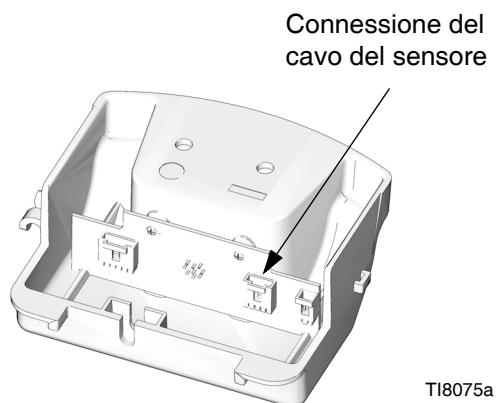

FIG. 15. Connessione del cavo del sensore
- a. **DataTrak Modelli:** Rimuovere le due viti (135). Rimuovere con attenzione il modulo DataTrak (131), vedere pagina 14. Scollegare il solenoide di fuorigiri e i cavi del sensore dalla scheda del modulo. Rimuovere le due viti (134) e far scorrere con attenzione l'alloggiamento (132) sulla valvola dell'aria.
- b. **Modelli sensore lineare:** Rimuovere le viti (134) e far scorrere con attenzione l'alloggiamento (132) fuori della valvola dell'aria. Scollegare il cavo del sensore dalla scheda di circuito. Vedere la FIG. 15 a pagina 29.
10. Reinstallare il silenziatore (15). Serrare completamente le viti (43) contro il silenziatore.
11. Reinstallare il coperchio esterno della valvola (47).
- a. **DataTrak Modelli:** Far scorrere con attenzione l'alloggiamento (132) sulla valvola dell'aria. Avvitare le viti (134) a mano, quindi serrare a 11,3 N•m (100 poll.-lb). Ricollegare i cavi del solenoide e del sensore al modulo (131), vedere pagina 14. DataTrak Far scorrere nuovamente con attenzione il modulo sull'alloggiamento (132). Rimontare le due viti (135).
- b. **Modelli sensore lineare:** Ricollegare il cavo del sensore alla scheda di circuito. Vedere FIG. 15, pagina 29. Far scorrere con attenzione l'alloggiamento (132) sulla valvola dell'aria. Avvitare le viti (134) a mano, quindi serrare a 11,3 N•m (100 poll.-lb).
13. Reinstallare il coperchio superiore (30).
5. Rimuovere le viti (134) e far scorrere con attenzione l'alloggiamento (132) sulla valvola dell'aria. Scollegare il cavo del sensore dalla scheda di circuito. Vedere FIG. 15.
6. Filettare nuovamente il cavo attraverso il foro (H) sul lato dell'adattatore (33) ed estrarlo dalla parte superiore dell'adattatore.
7. Svitare l'adattatore (33) e il sensore (35). Sollevare il sensore verticalmente fuori del motore pneumatico.
8. Applicare il sigillante per filettature alla nuova sede del sensore. Avvitare il sensore (35) sul cappuccio superiore (1). Serrare a 40,6-48,8 N•m (30-36 piedi-lb).
9. Applicare il sigillante per filettature all'adattatore (33). Estrarre il cavo del sensore dalla parte superiore dell'adattatore e avvitare l'adattatore sul cappuccio superiore (1). Serrare a 40,6-48,8 N•m (30-36 piedi-lb).
10. Filettare il cavo del sensore attraverso il foro (H) sul lato dell'adattatore e ricollegarlo alla scheda di circuito. Vedere FIG. 15, pagina 29. Far scorrere con attenzione l'alloggiamento (132) sulla valvola dell'aria. Avvitare le viti (134) a mano, quindi serrare a 11,3 N•m (100 poll.-lb).
11. Applicare il sigillante per filettature all'anello di sollevamento (21). Fissare l'adattatore (33) con una chiave per impedire che ruoti e stringere l'anello di sollevamento con coppia di 40,6-48,8 N•m (30-36 piedi-lb).
12. Reinstallare il coperchio superiore (30).